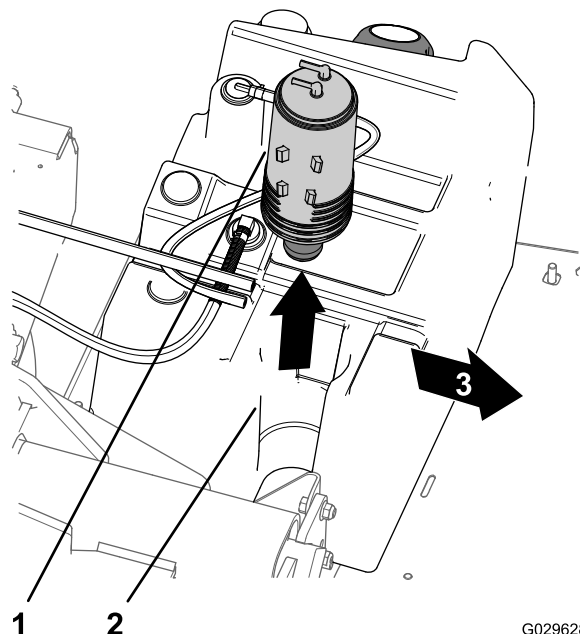

図 50
3. 燃料タンクのマウントからカーボンキャニスタを取り出す 図 50。
7. 新しいカーボンキャニスタを、燃料タンクのマウントに取り付ける二つのフィッティングPurgeとFuel tankを後ろに向けて取り付ける 図 50。